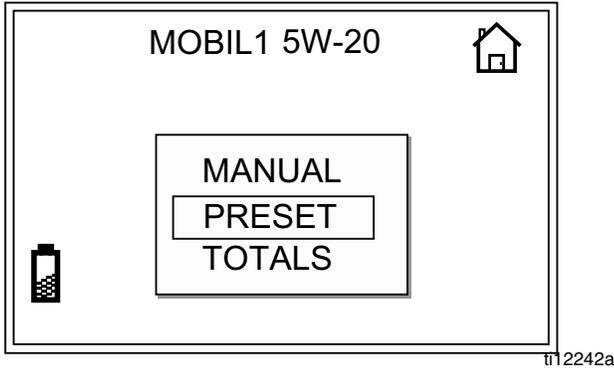

图 24
1. 在主屏幕上使用向上或向下箭头选择“预设”(图 24)。